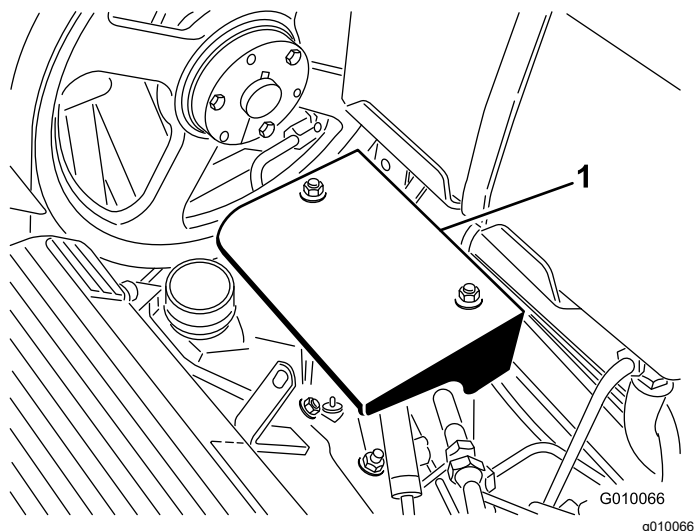

**Figura 57**
- Sbloccate e togliete il copricinghia (Figura 57).